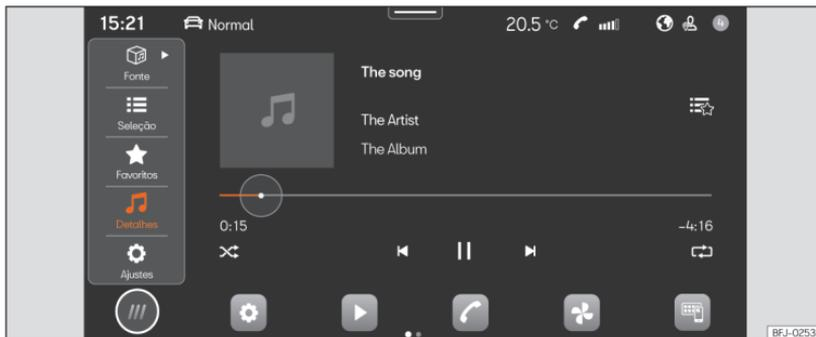

Fig. 189 Esquema: Vista Multimédia.
- Pressione **HOME** > ► >>> Fig. 189.